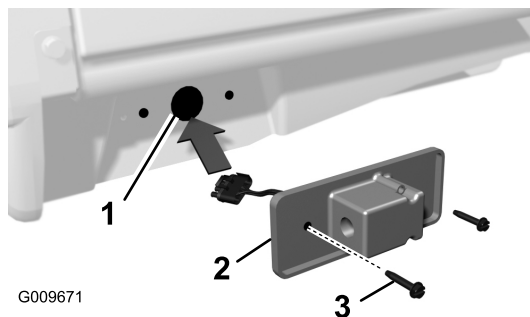

Figura 21
- A. Pase el conector de la luz trasera por el taladro central grande perforado anteriormente (Figura 21).